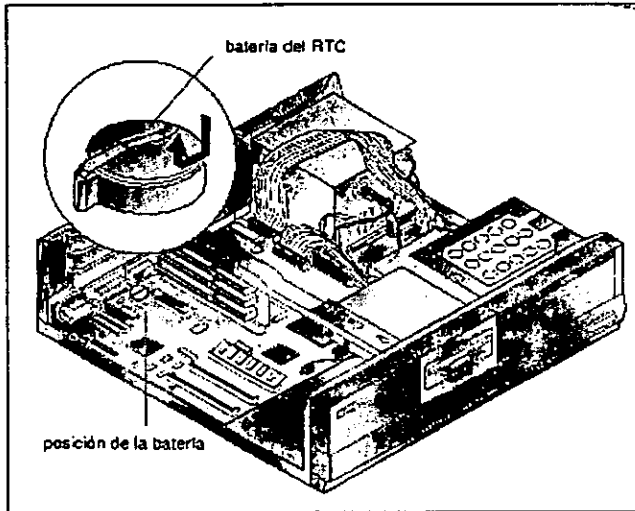

Figura 5.3 Localización de la batería del sistema
2. Localice la pila en la tarjeta, observe la figura 5.3 ó consulte capítulo II.